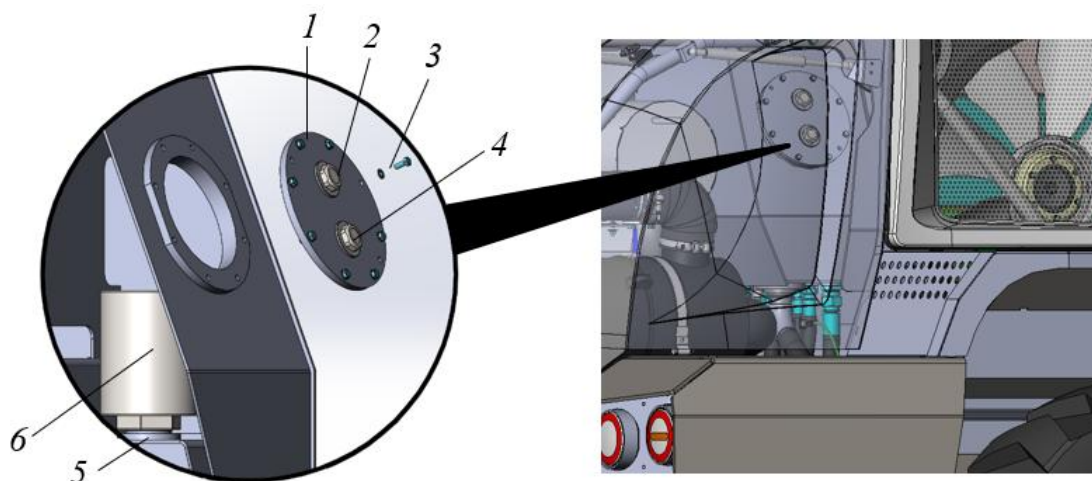

Рисунок 5.52. Процедура замены фильтр элемента в линии всасывания
- ▶ Выкрутить болты с шайбами 3 по периметру люка 1, см. рис. 5.52.
- Проверить уровень масла в баке посредством смотровых окон, предварительно открыв капот моторного отсека, см. рис. 5.52.
Верхнему-нормальному (*max*) значению соответствует уровень масла, закрывающий на половину верхнее смотровое окно 2, рис. 5.52. Минимальному (*min*) соответствует уровень масла, закрывающий на половину нижнее смотровое окно 4, рис. 5.52.